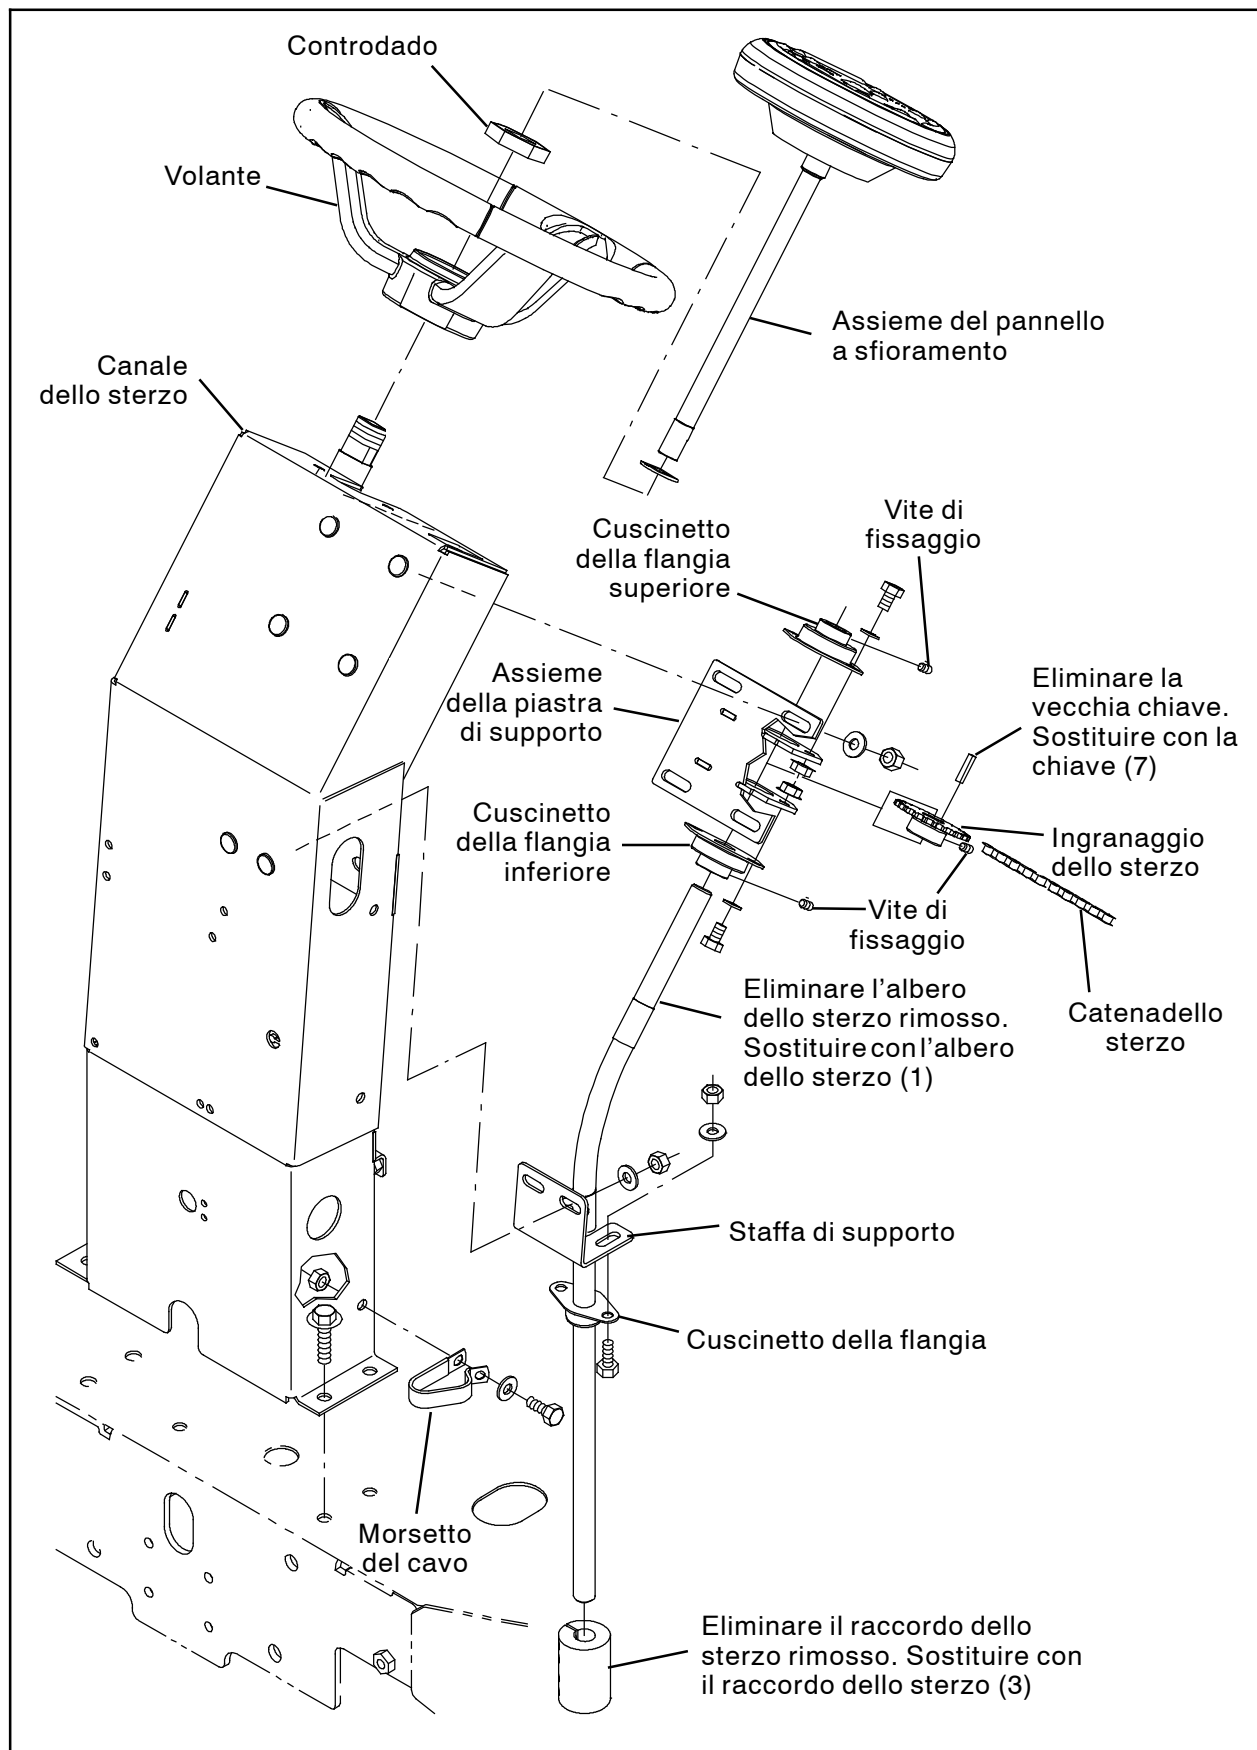
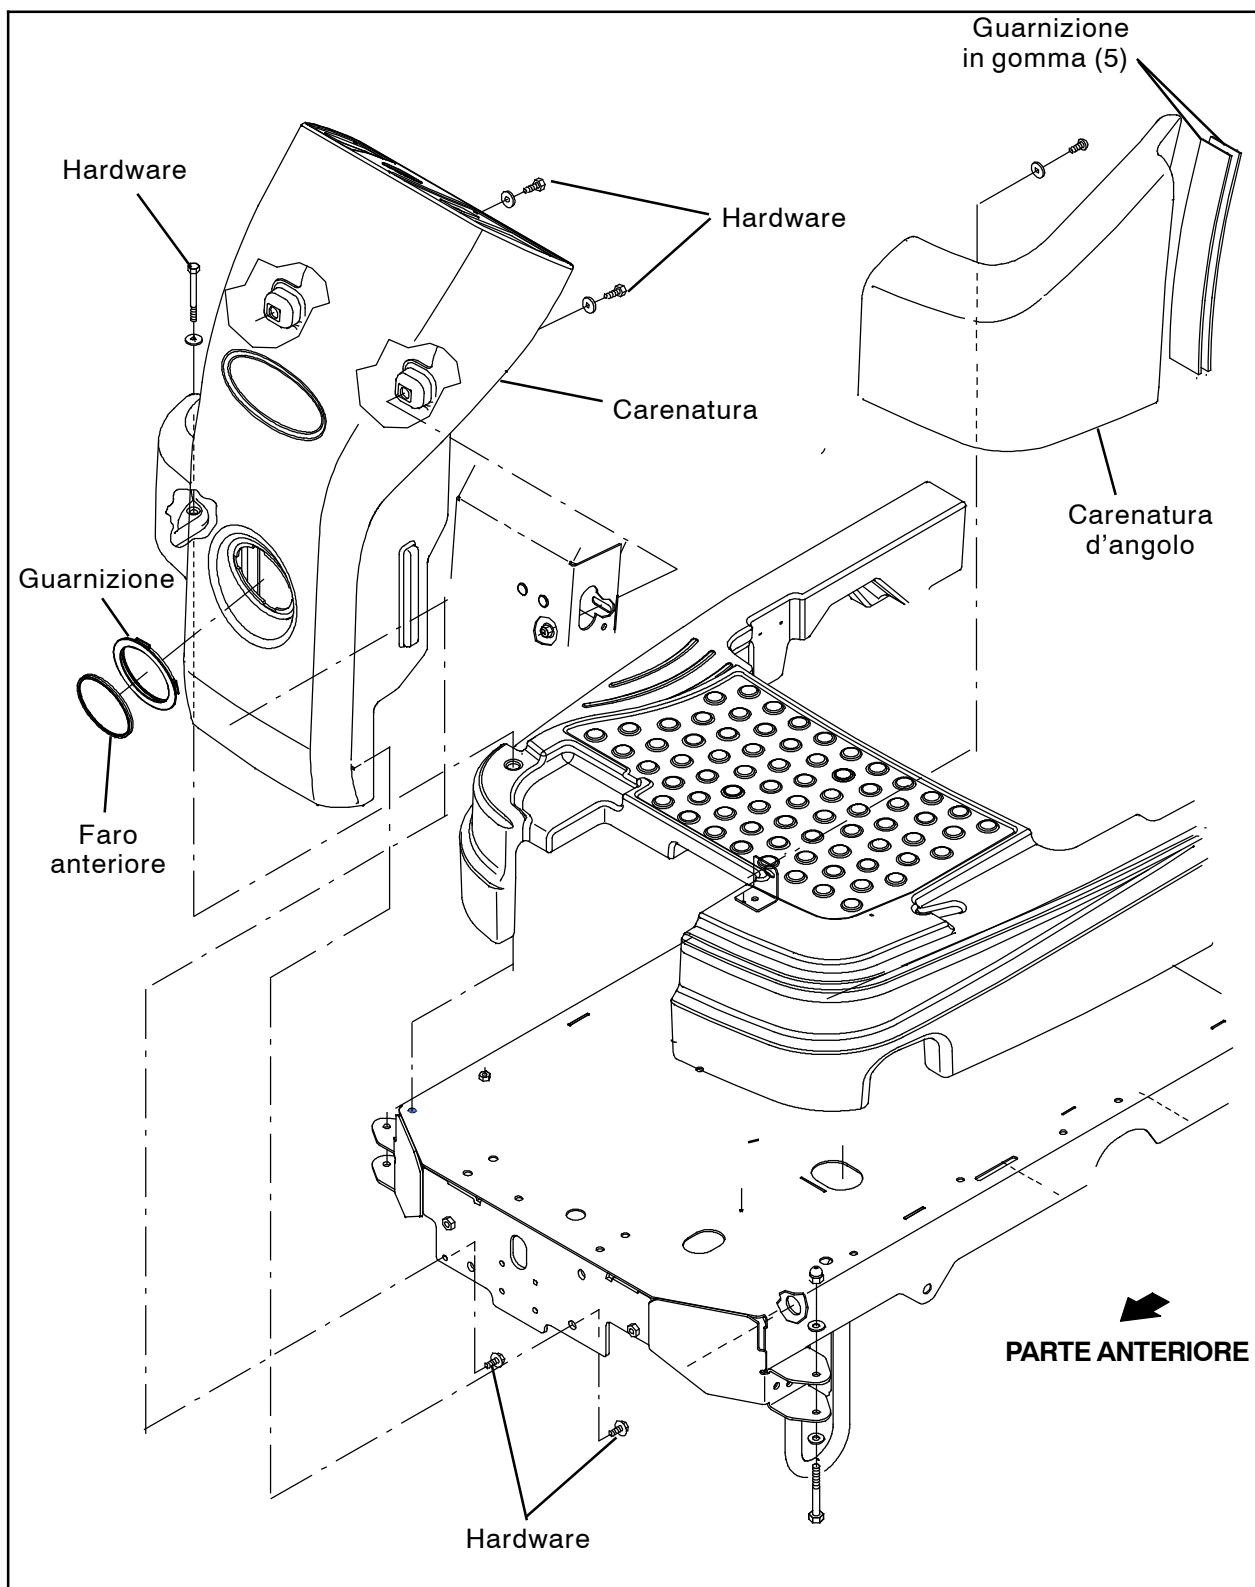
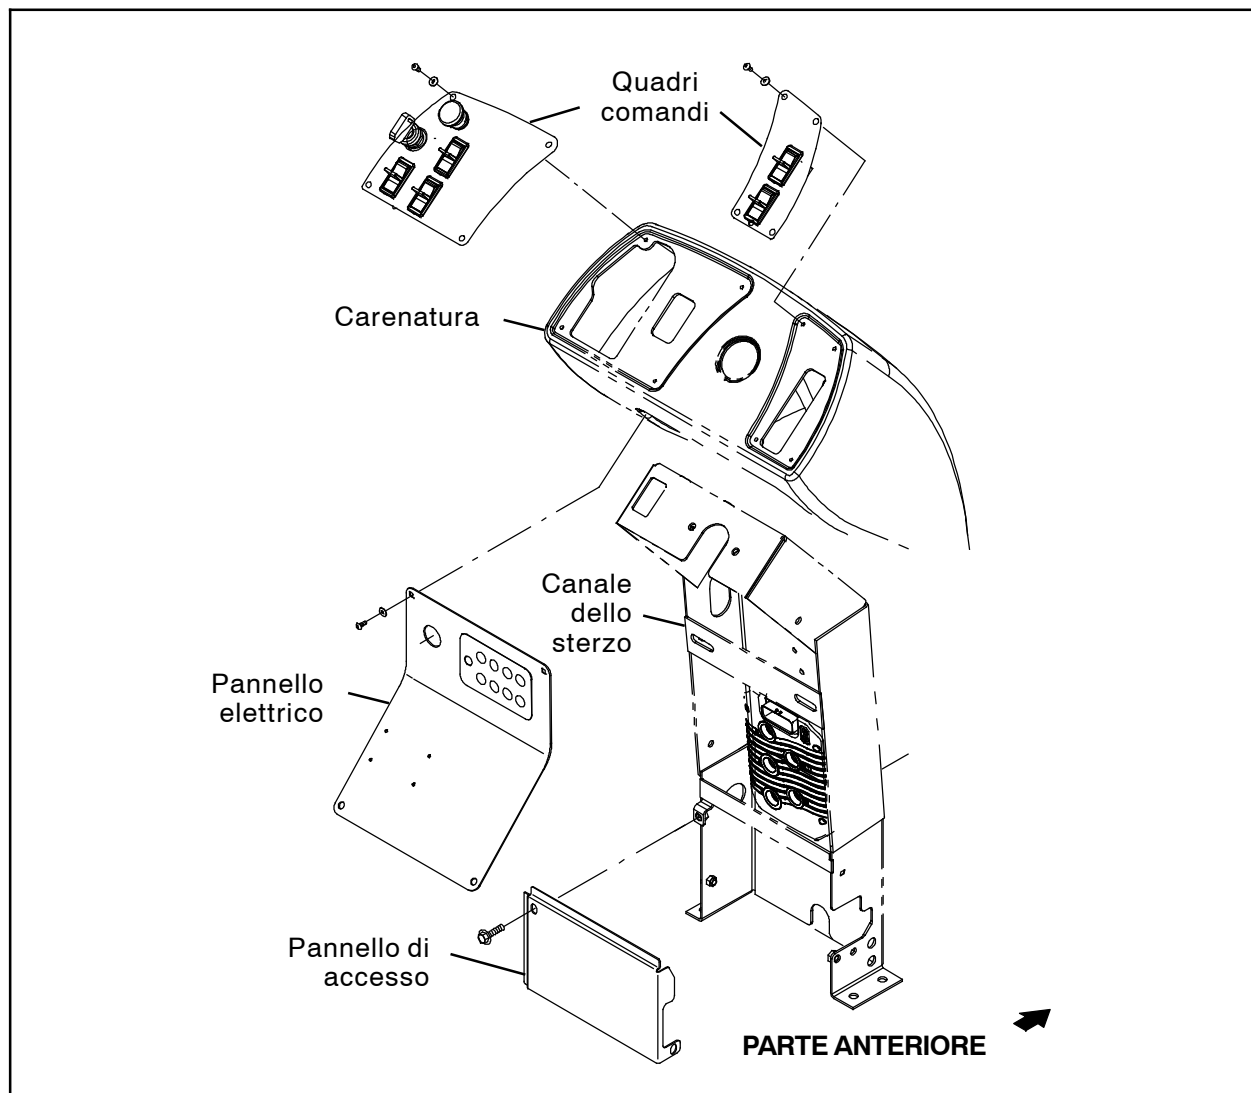

FIG. 54
FIG. 55
FIG. 56
38. Eliminare la guarnizione in gomma dalla carenatura d'angolo e dal serbatoio della soluzione. (Fig. 55)
39. Installare le nuove guarnizioni in gomma (5) sulla carenatura d'angolo e sul serbatoio della soluzione nel punto in cui si trovava la guarnizione precedente. (Fig. 55)
40. Reinstallare la carenatura d'angolo. (Fig. 55)
OPMERKING: raadpleeg afb. 54, afb. 55 en afb. 56 voor een vergrote weergave/onderdeellocaties op de machine.